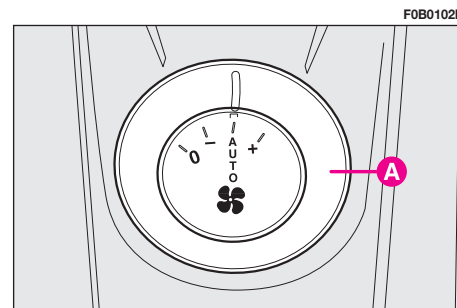

fig. 90
• **activation réglage débit d'air des sièges arrière (REAR) fig. 89 (pour versions dépourvues de ventilateurs additionnels):** on obtient ce réglage en appuyant sur le bouton **D**; on permet ainsi aux passagers de la deuxième rangée de gérer le réglage du débit d'air à l'aide des douilles **A**-fig. 90 des ventilateurs ad-